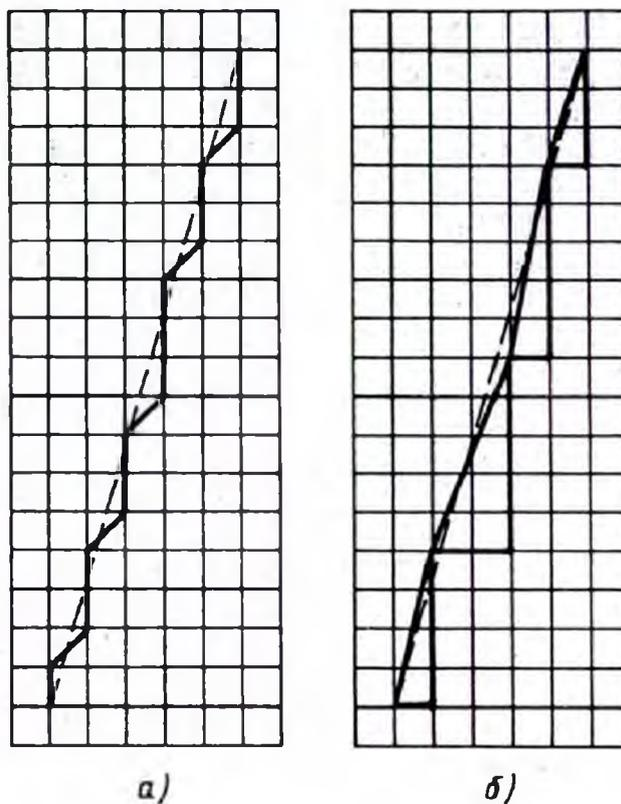

Рис. 2.
2. По исходным данным построить траектории движения инструмента при следующих методах выдачи координат: движение на постоянной несущей частоте и с помощью метода ведущей координаты (рис.2). Исходные данные для расчета и построения: $\Delta X=9$; $\Delta Y=7$.